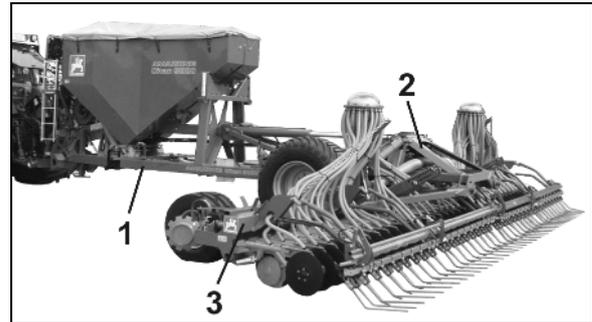

Fig. 22
- d'un cadre principal fixe (Fig. 22 / 1) destiné à recevoir la trémie de semences et le châssis,
- d'un cadre arrière mobile (Fig. 22 / 2) pour relever les socs dans la tournière et pour les replier en position verticale de transport,
- deux flèches repliables (Fig. 22 / 3) en position de transport.